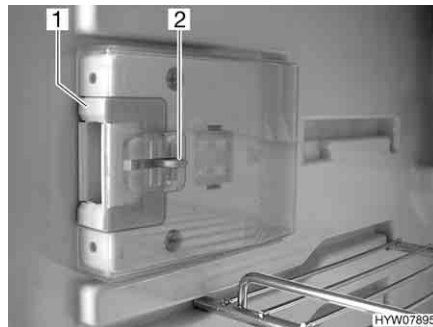
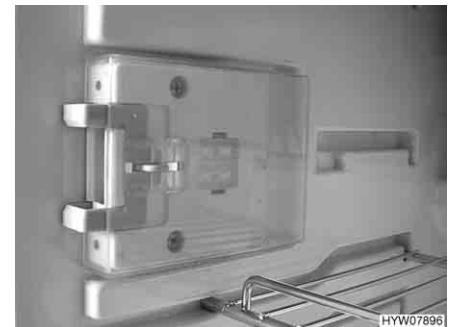

Bild 195 Låsanordning i normaläge
Bild 196 Låsanordning i ventilationsläge
■ Tryck in frigöringen (Bild 195,2).
■ Skjut låsanordningen (Bild 195,1) framåt (Bild 196).